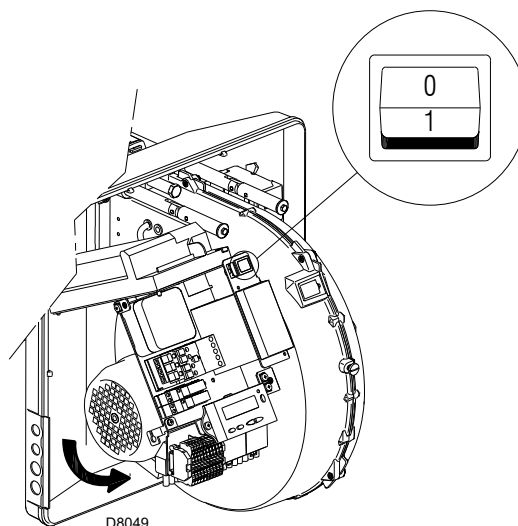

Fig. 28
Cerrar los termostatos/presostatos y poner el interruptor de la Fig. 28 en la posición "1".
Inmediatamente después del arranque del quemador posicionarse de frente al ventilador de refrigeración del motor ventilador y controlar que el mismo gire en sentido contrario a las agujas del reloj. Véase la Fig. 28.
- colocar el interruptor de la Fig. 28 en la posición "0" y esperar que la caja de control ejecute la fase de apagado;
El quemador está en estado de espera de solicitud de calor o el selector "0-1" de la (Fig. 28 a pag. 30) está en la posición "0".
Con el selector "0-1" (Fig. 28 a pág. 30) el quemador no se detiene inmediatamente, sino que se ejecuta la fase de apagado.